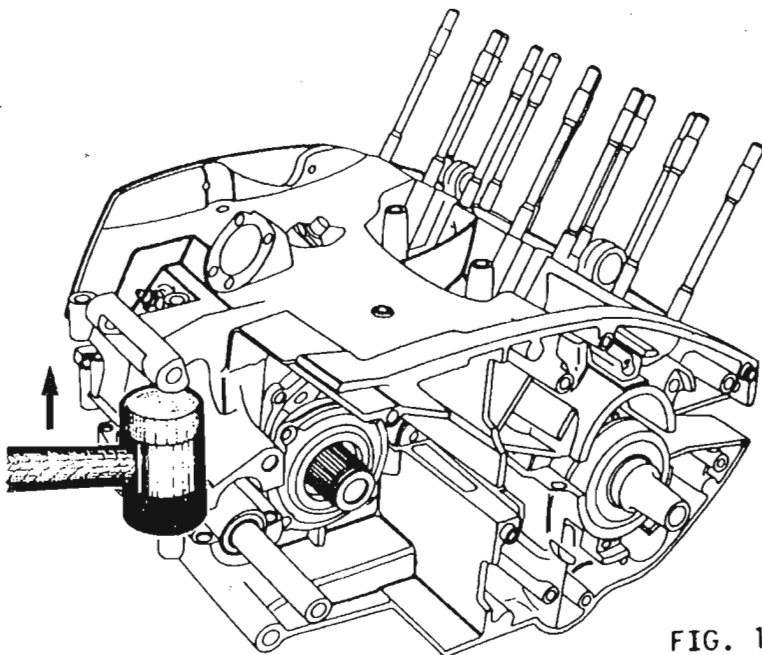

FIG. 1
- Frapper légèrement à l'aide d'un maillet pour décoller les carters et déposer le carter supérieur. FIG. 1